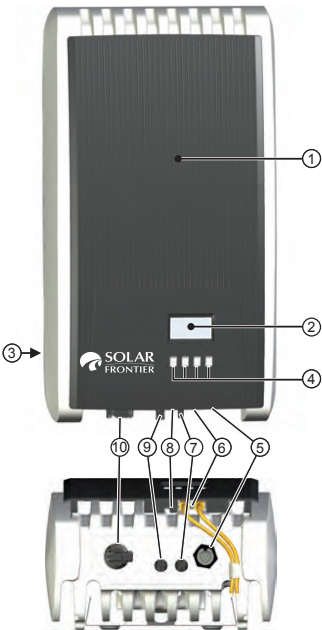

Figura 33
I tasti di comando (④ in figura 33) hanno le seguenti funzioni: